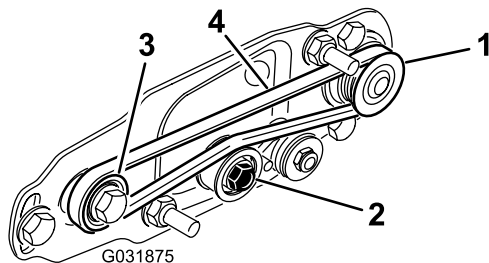

图 25
- A. 先缠绕驱动皮带轮周围的皮带然后再缠绕总轮皮带轮顶部上方的皮带图 25。
- B. 启动从动皮带轮上的皮带图 25。